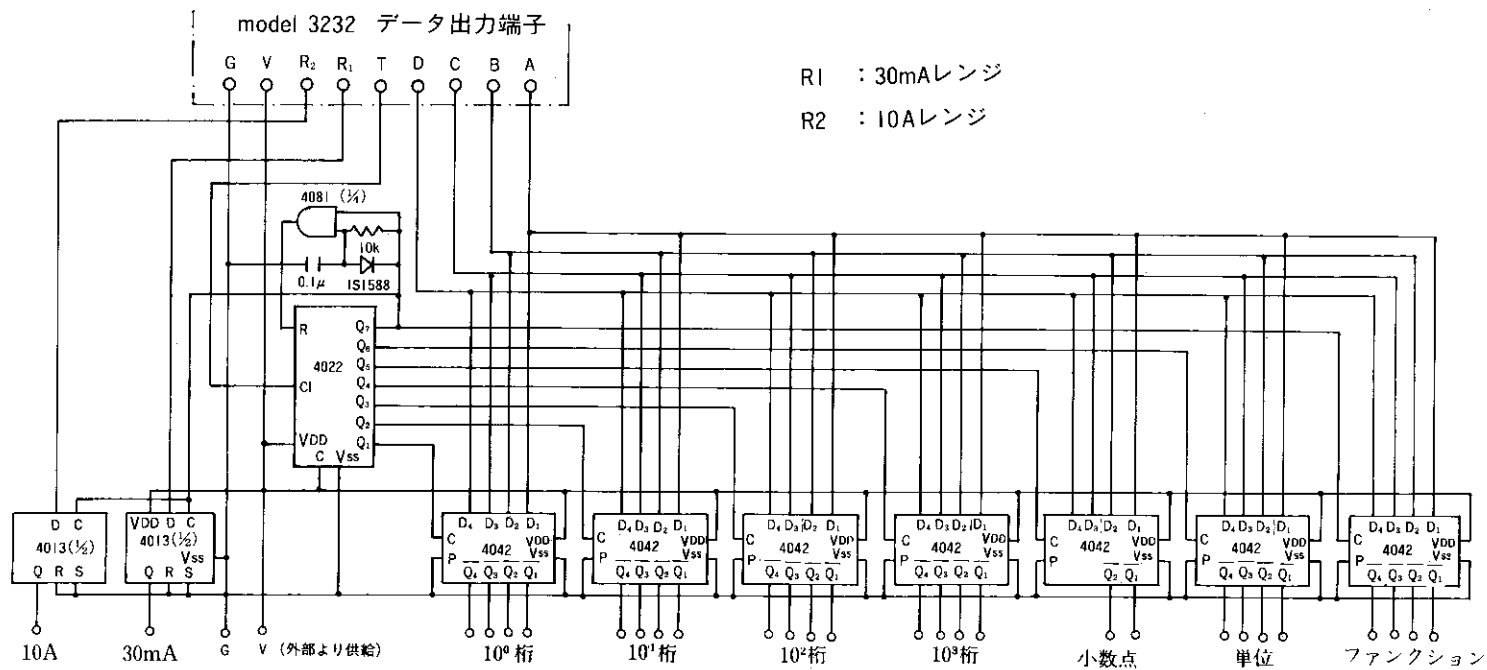

図 6
4. データ出力で説明したとおり、タイミング信号によりBCDコードにデータが出ます。このデータ出力に外部回路を接続する時は、インターフェイス回路が必要になります。並列交換するインターフェイス回路例を図6に示します。図においてTC4022BPはOCTAL COUNTER/DIVIDER、TC4042BPはQUAD“D” LATCHです。10⁰~10²桁は表1のBCD出力が、10³桁、小数点、単位、ファンクションはBCD出力コード表をみながら処理してください。